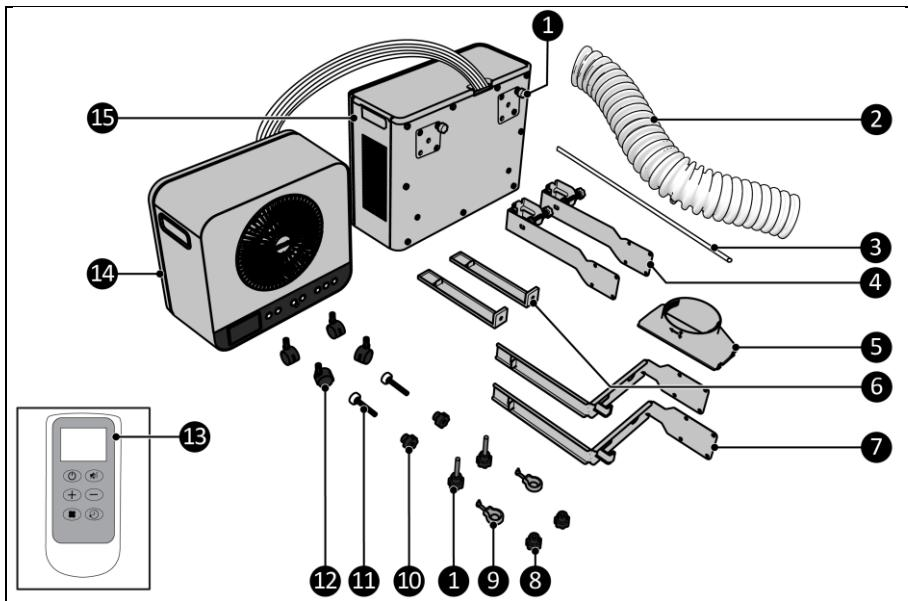
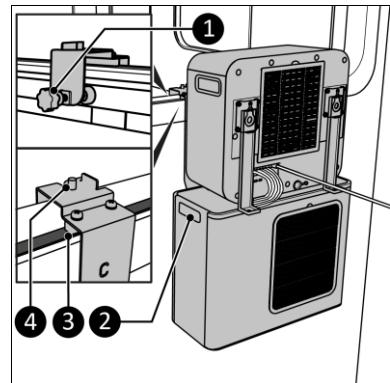

Abbildung 2
Abbildung 9
Bei diesem EUROM-Gerät handelt es sich um eine benutzerfreundliche tragbare Wohnwagen- und Heimklimaanlage (Abbildung 2). Es ist für den Einsatz im Wohnwagen oder Wohnmobil sowie für den Innenbereich zu Hause geeignet. Das Gerät sorgt für kontinuierliche Kühlung und erzeugt Kondenswasser.
9. Platzieren Sie die komplette Einheit an den seitlichen Griffen des Außengeräts (Abbildung 9, Pos. 2) im Fenster. Stellen Sie sicher, dass sich die grauen Blöcke (Abbildung 9, Pos. 3) in der Fensterdichtung befinden.
10. Ziehen Sie die Schrauben (Abbildung 9, Pos. 1) handfest am Wohnwagen an.
11. Stellen Sie sicher, dass die Schraubkappen (Abbildung 2, Pos. 8) in Reichweite der Gewinde an der Halterung (Abbildung 9, Pos. 4) liegen.